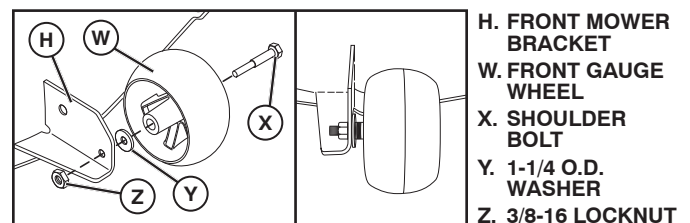

Fig. 4
### 2. ASSEMBLE FRONT GAUGE WHEEL (W) TO FRONT OF MOWER (See Fig. 4)